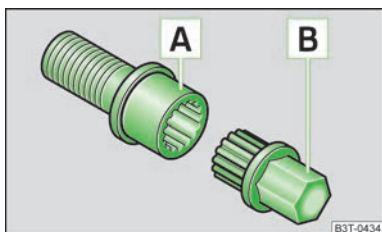

Fig. 159
- Introduceți adaptorul **[B]** » fig. 159 cu partea zimțată până la limită pe dantura interioară a șurubului antifurt **[A]**, astfel încât să se mai vadă doar partea sa hexagonală.